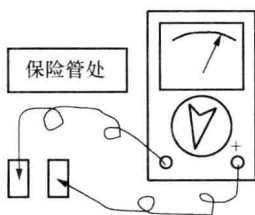

图 1-9 工作电流检测
- 1) 如图 1-9 所示，取下 BX_2 ，通电用万用表测 BX_2 处直流电流， $I \leq 40mA$ ，正常